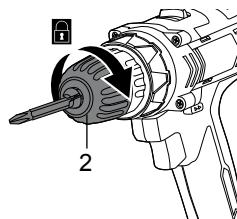

Fig. 3
- > Gire la camisa del portaútiles (2) en sentido horario hasta que la broca quede bien sujetada en las pinzas del portaútiles (Fig. 3).